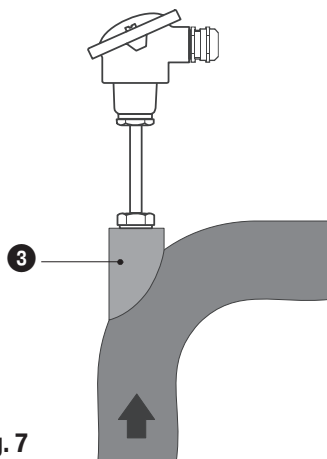
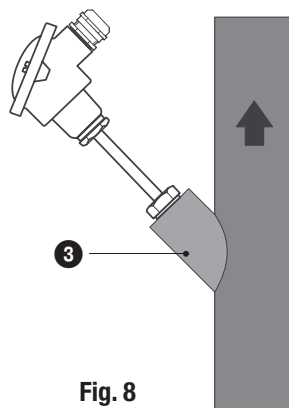

Fig. 7
Fig. 8
- Bei Einbau in Rohrleitungen Winkelstück aufschweißen, damit der temperaturempfindliche Teil **4** des Temperaturfühlers gegen die Strömungsrichtung in das Medium eintaucht. **Fig. 7, Fig. 8**